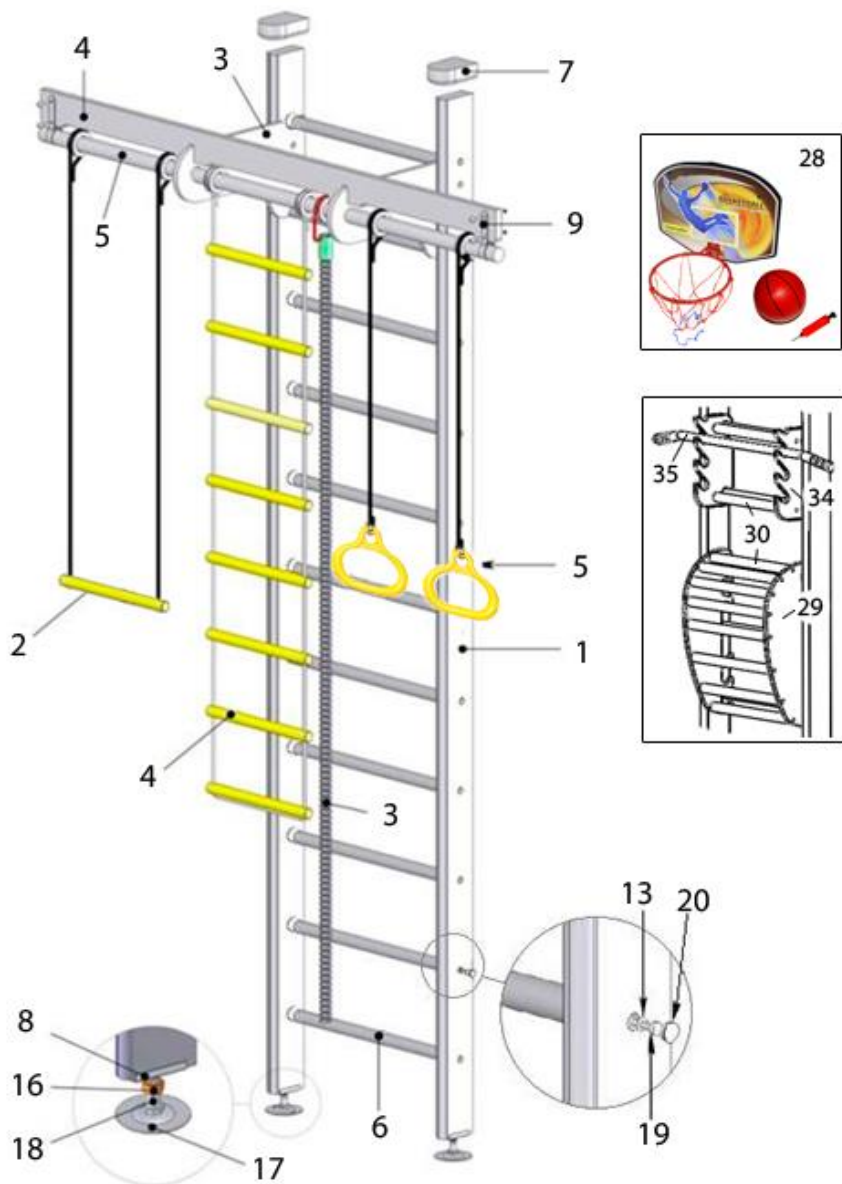
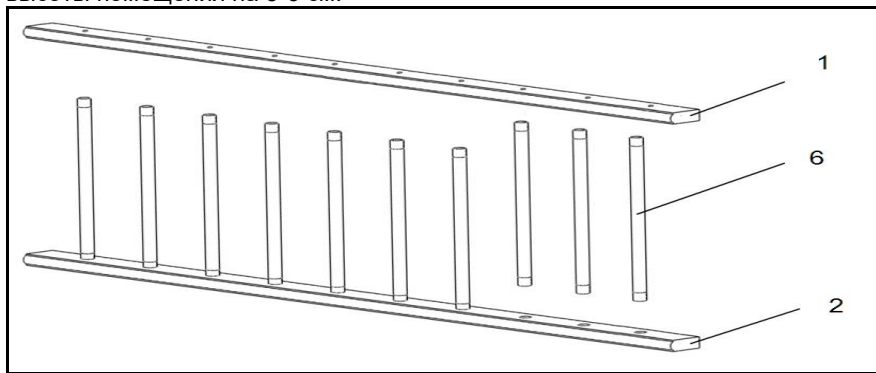

Рисунок 1
Рисунок 2
4.2. Разложить зеркально стойки (№1, №2). Вставить ступени-поперечины (№6) в соответствующие отверстия стоек (№1, №2) (рисунок 2). С помощью саморезов (№19) и шайб (№13) закрепить поперечины (№6) к стойкам. Установить заглушки (№20) (рисунок 1).
4.4. Выбрать место для установки Комплекса. Установить стойки шведской стенки вертикально болтами-домкратами (№18) на опоры нижние (№17). На верхних концах стоек шведской стенки установить декоративные упоры (№7) (Рисунок 1).